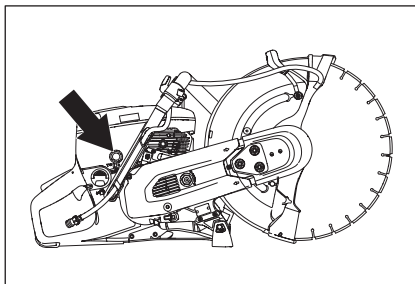

Рис. 11
4. Нажмите на кнопку ручного топливного насоса (праймер) несколько раз, пока топливо не начнет заполнять диафрагму (4-5 раз). Диафрагма не должна быть полностью заполнена (рис. 11).